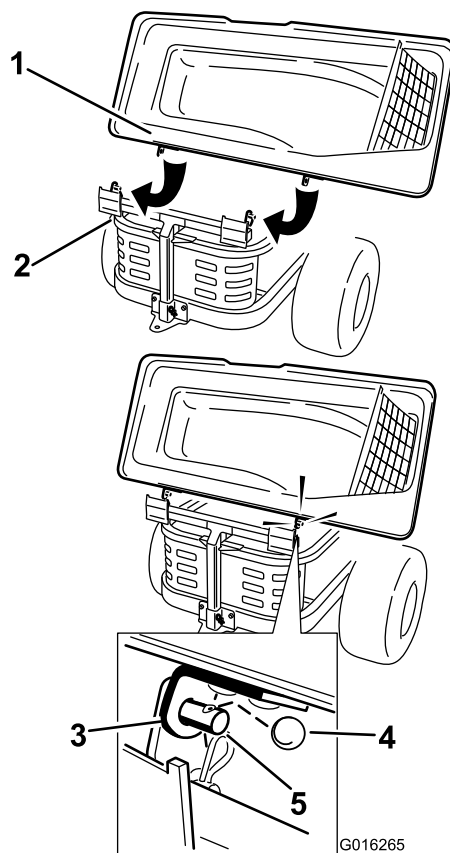

Figure 13
1. Montez le couvercle du collecteur sur le cadre du collecteur. Glissez les supports sur les ergots du cadre du collecteur et placez la goupille fendue cylindrique dans le trou de l'ergot droit (Figure 13). Abaissez le haut du collecteur à la position d'utilisation. Cette opération s'effectue plus facilement à deux.